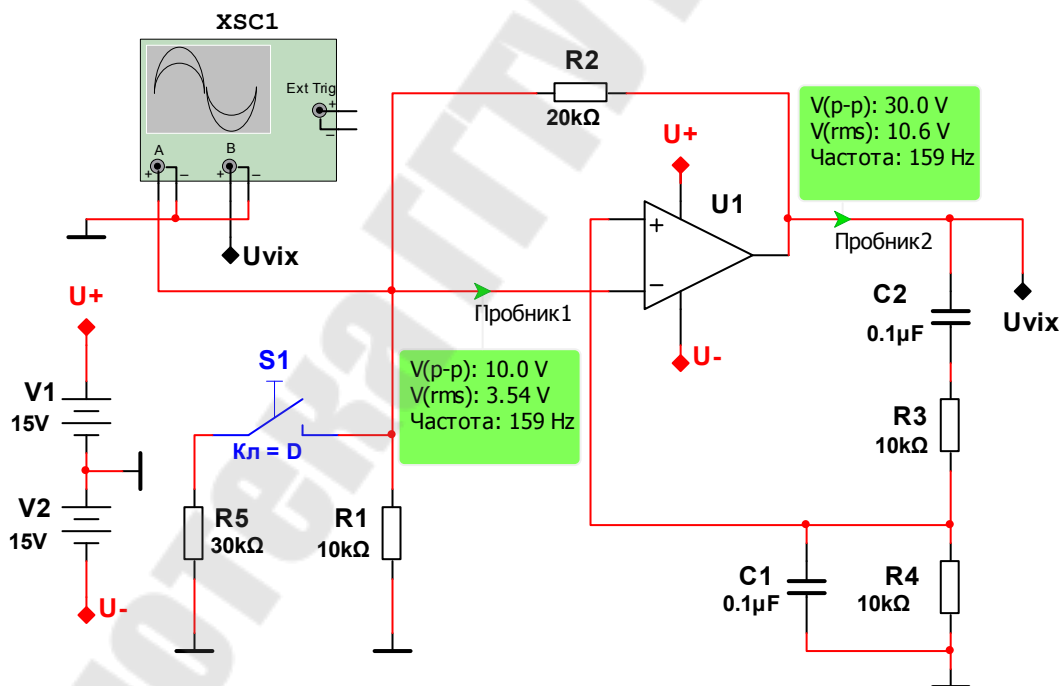

Рис. 5.3. Схема генератора Вина
7. Собрать схему генератора Вина (рис. 5.3).
8. Установить параметры элементов схемы, как показано на рис. 5.3. Включить схему. Для запуска генератора замкнуть ключ S1. После того как генератор запустится, отключить ключ S1. На выходе схемы должна наблюдаться синусоида.
9. Привести осциллограммы напряжений в точках подключения осциллографа (рис. 5.3) при указанных на схеме значениях сопротивлений R3 и R4 и емкостей C1 и C2, а также при увеличенных вдвое значениях емкостей C1 и C2. Обратите внимание на форму напряжения на выходе. Сделать выводы, объяснив полученные результаты.